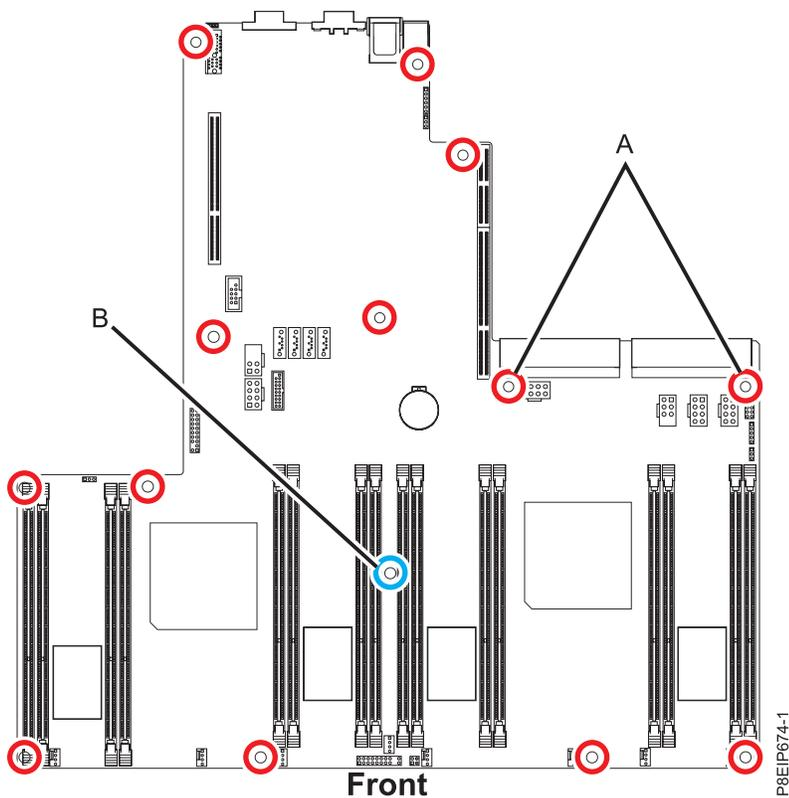

Figura 71. Locais dos parafusos. Os dois parafusos em (A) são da cor preta e ligeiramente mais compridos. Um parafuso longo em (B) suporta o adaptador PCIe.
13. Alinhe e aperte os 14 parafusos no painel traseiro do sistema. Os locais dos parafusos são mostrados na Figura 71 na página 60.